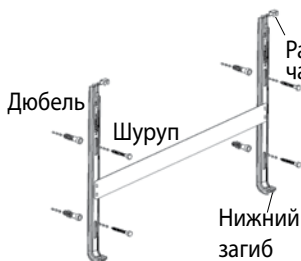
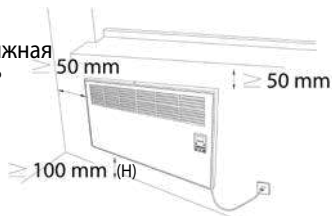
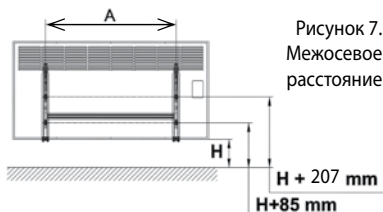

Рисунок 5. Подвижное крепление
Рисунок 6. Допустимое расстояние
Рисунок 7.
2. Нельзя монтировать Электрический Конвектор непосредственно под электророзеткой, лучше всего расположить недалеко от розетки. После выбора удобного местоположения для конвектора по Рисунок 7', соблюдая отступы, приступите к измерению для сверления. Используйте Рисунок 5' и монтажный кронштейн в качестве шаблона. Для этого положите кронштейн лицевой стороной вниз и сделайте отметку карандашом, соблюдая минимальное расстояние от пола менее чем 100 мм. Для долгого срока службы конвектора соблюдайте боковые, верхние, нижние отступы (Рисунок 6.)